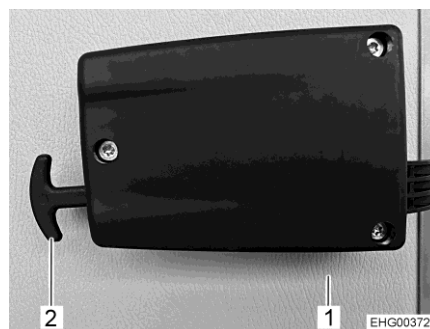

Fig. 58 Sbloccaggio di emergenza dello sportello del garage
- Tirare le due maniglie dello sbloccaggio di emergenza (Fig. 58,2).
- Spingere verso l'esterno lo sportello del garage (Fig. 58,1).